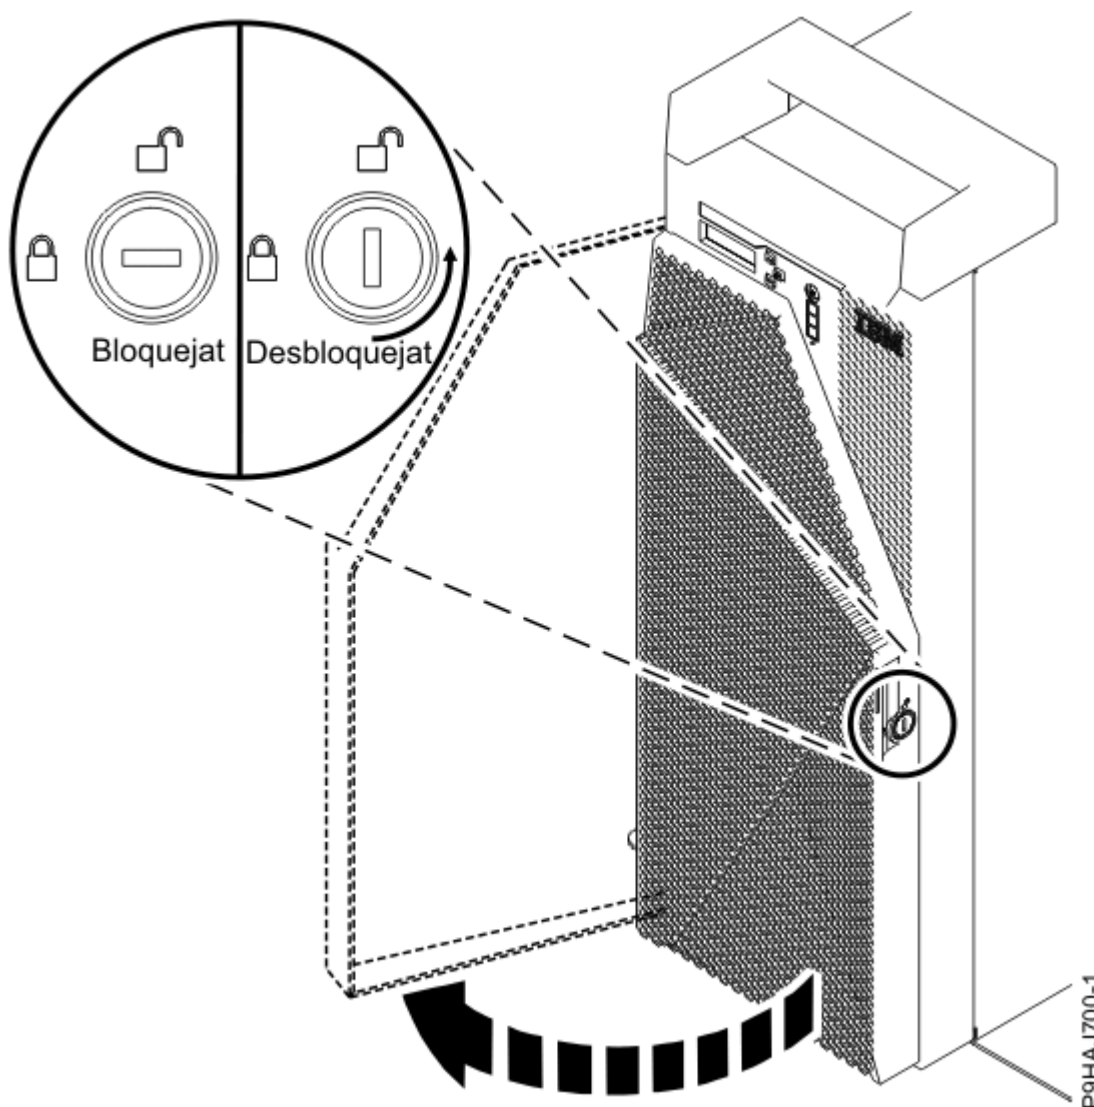

Figura 4. Desbloqueig de la porta frontal
- a) Inseriu la clau de la porta frontal al pany, tal com es mostra a la Figura 4 a la pàgina 6. Feu girar la clau a l'esquerra (en el sentit de les agulles del rellotge) per tal de desbloquejar la porta. La posició horitzontal és de bloqueig i la posició vertical és de desbloqueig. Obriu la porta frontal.